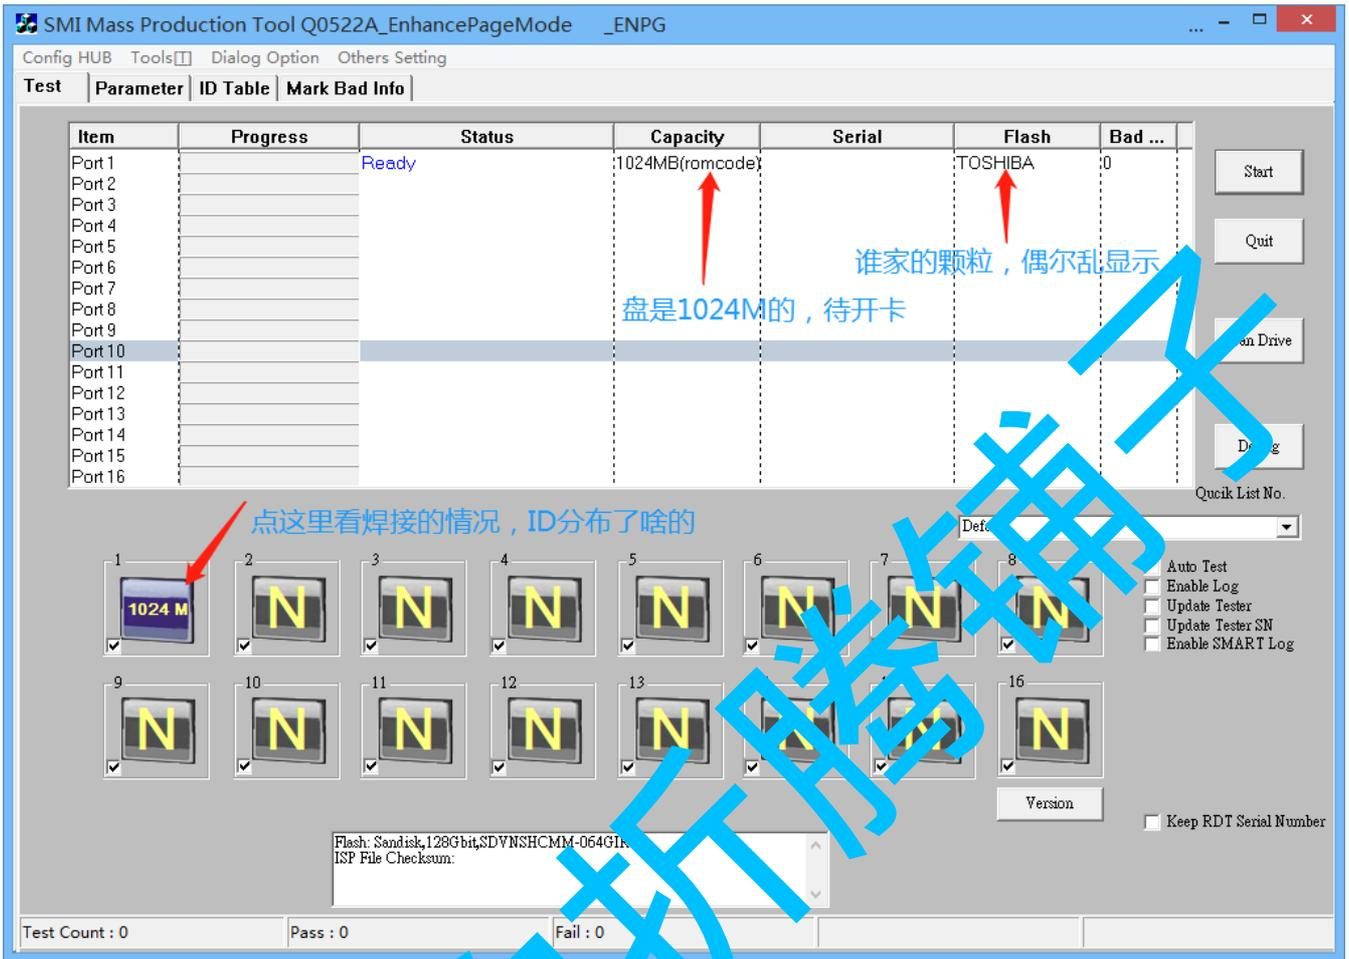

图 3
3. 点击 SCAN 后，软件响应以后，显示如图 3 界面，